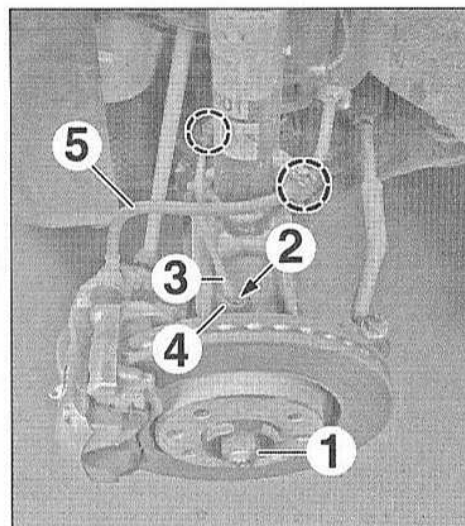
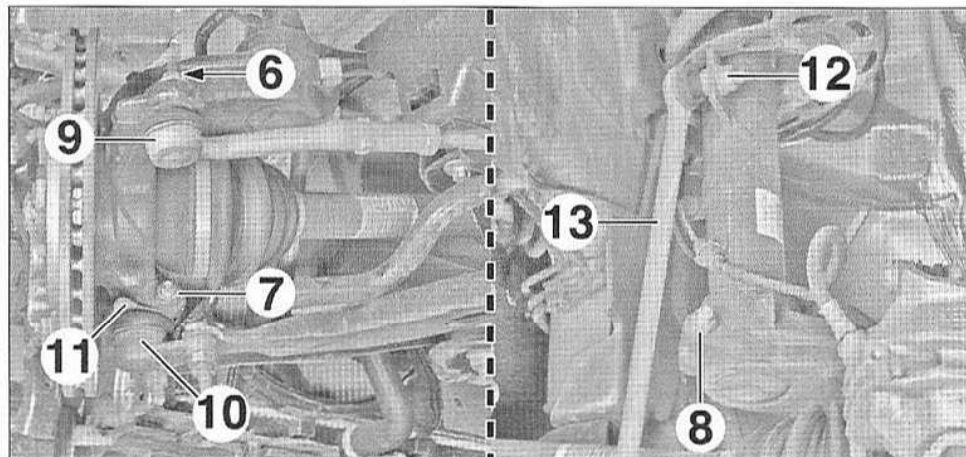

FIG.5
FIG. 16
- Suivant montage, déposer l'épingle et le frein d'écrou de transmission ou défreiner l'écrou de transmission (1) (Fig.5).
- l'écrou de transmission (1),
- Suivant montage, déposer l'épingle et le frein d'écrou de transmission ou défreiner l'écrou de transmission (1) (Fig. 5).
- la vis (2),
- le capteur de roue (3),
- le protecteur (4),
- Dégrafer le faisceau du capteur de roue (3) et le flexible de frein (5) de l'amortisseur.
- Déposer (Fig. 16) :
- l'écrou (6),
- le boulon de bridage (7) de la rotule inférieure,
- le boulon de bridage (8) de l'amortisseur dans le pivot.